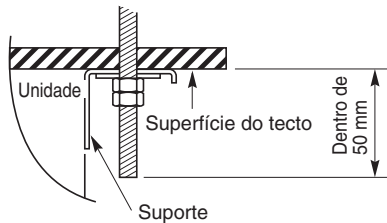

Fig. 3-13
- (5) Aparafuse os parafusos de suspensão, deixando-os protuberantes desde o tecto (Figs. 3-11 e 3-12). A distância de cada parafuso exposto deve ser igual dentro de 50 mm. (Fig. 3-13)